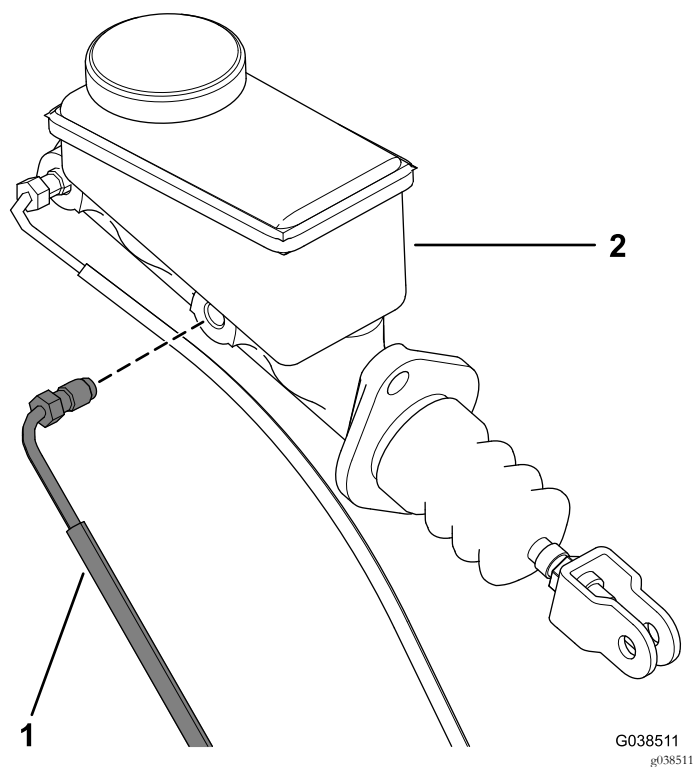

Figure 5
- Déposez la conduite de frein avant du maître-cylindre (Figure 5).
1. Raccordez la conduite de frein avant au maître-cylindre (Figure 5).